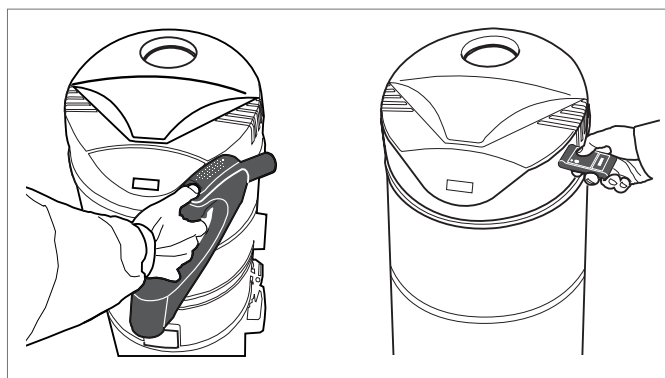

Рис. 6-2 Настройка пульта
- 1 Поднести рукоятку всасывающего шланга или пульт к центральному пылесосу (см. рис. 6-2).
- 1 Поднести рукоятку всасывающего шланга или пульт к центральному пылесосу (см. рис. 6-2, стр. 83).